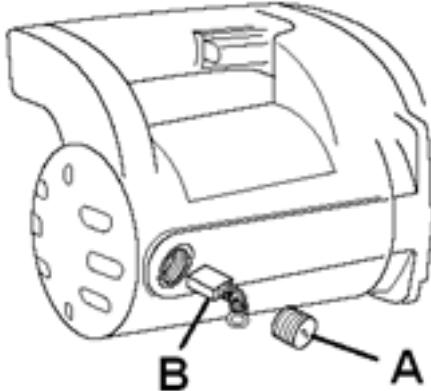

Рис.10
- Снимите крышки щеток (A, Рис. 10).